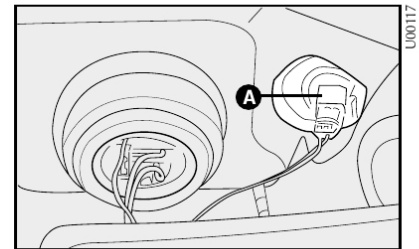

fig. 13
### SUBSTITUIÇÃO DAS LÂMPADAS DAS SETAS DIANTEIRAS - fig. 13
1) Retirar o porta-lâmpadas **A-fig.13** girando-o no sentido anti-horário;